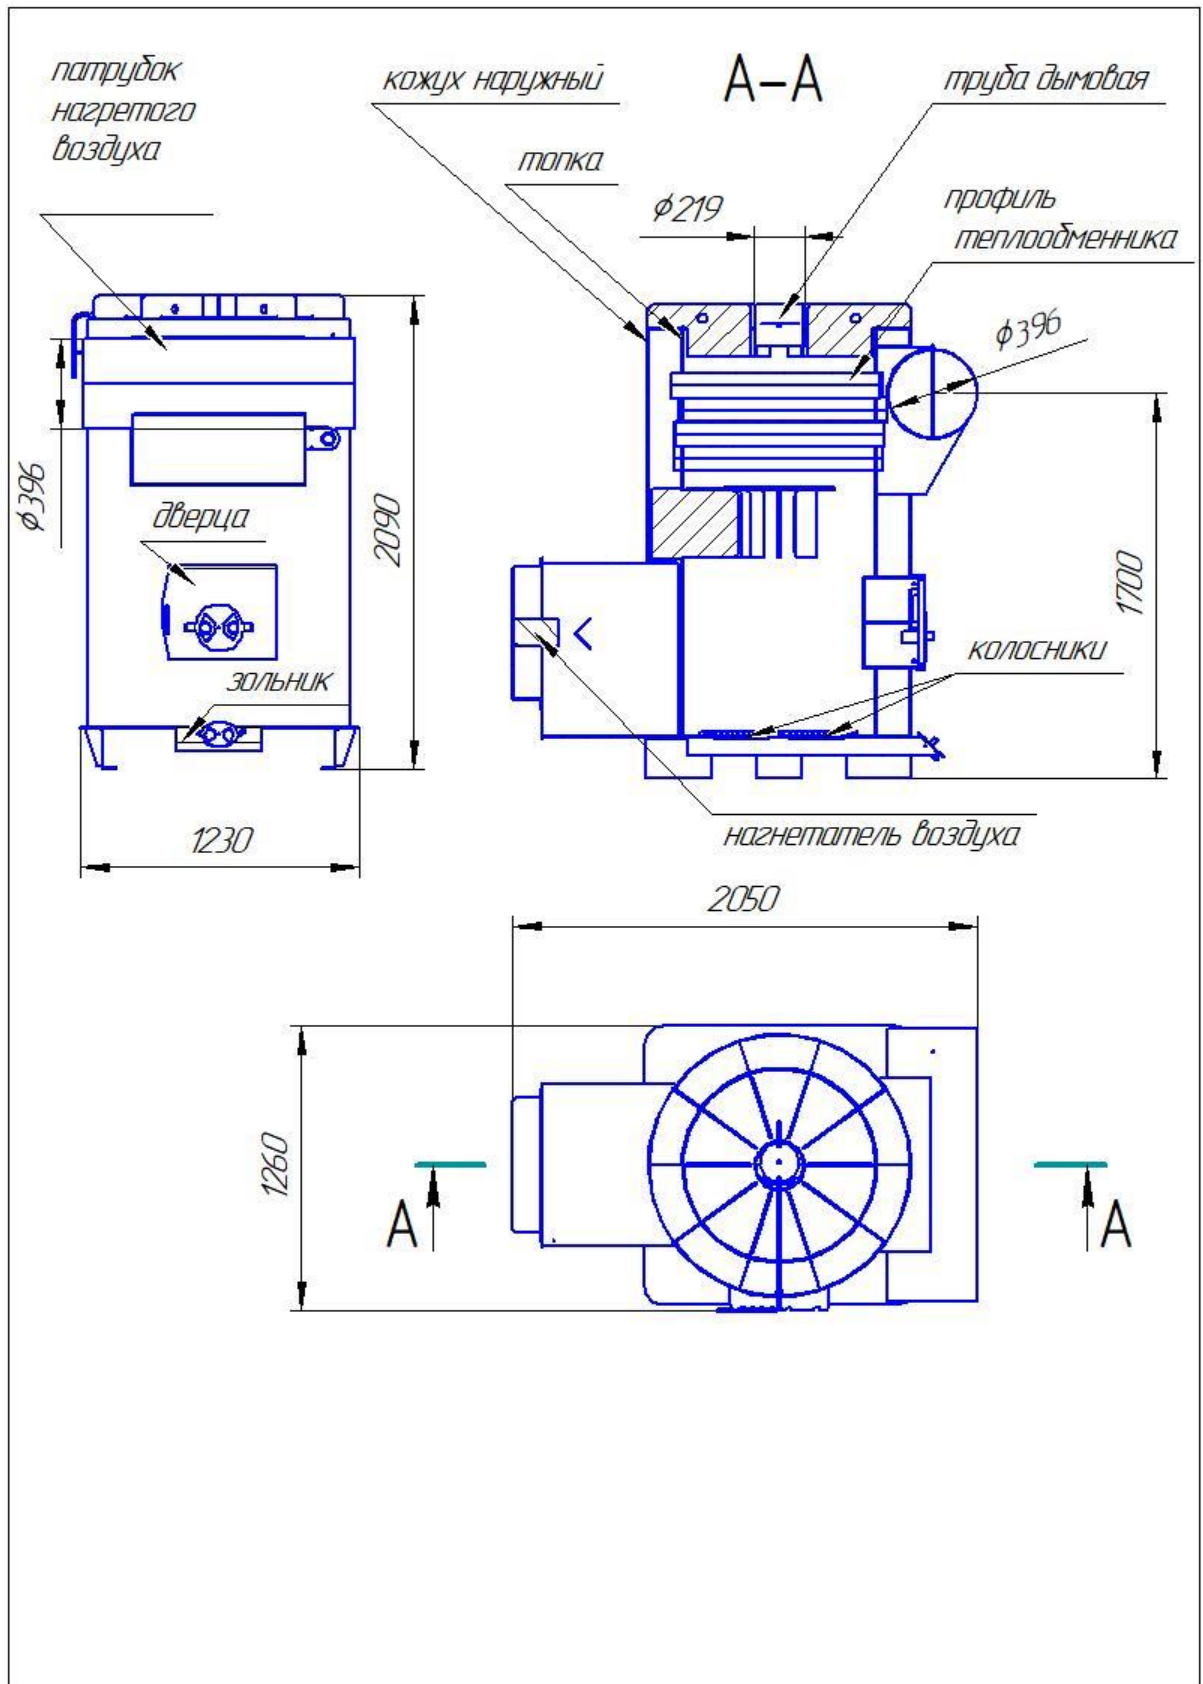

Рис.2 TGH 100
4.1 Габаритные и присоединительные размеры показаны на рис. 2,3,4,5.